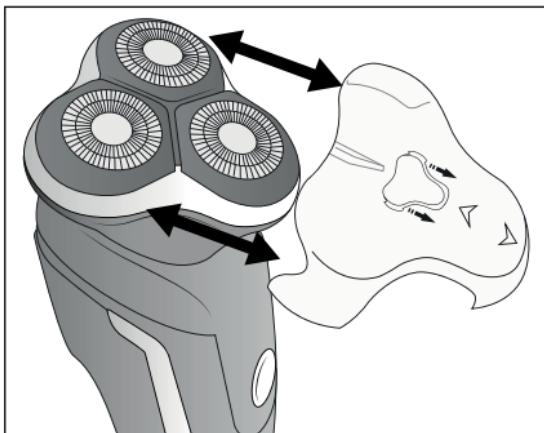

Fig. 1
- ◆ Lorsque vous n'utilisez pas le rasoir, mettez la coiffe de protection ① pour le protéger.
- ◆  Retirez la coiffe de protection ① en la retirant par le bas de l'unité de rasage ② (voir fig. 1).